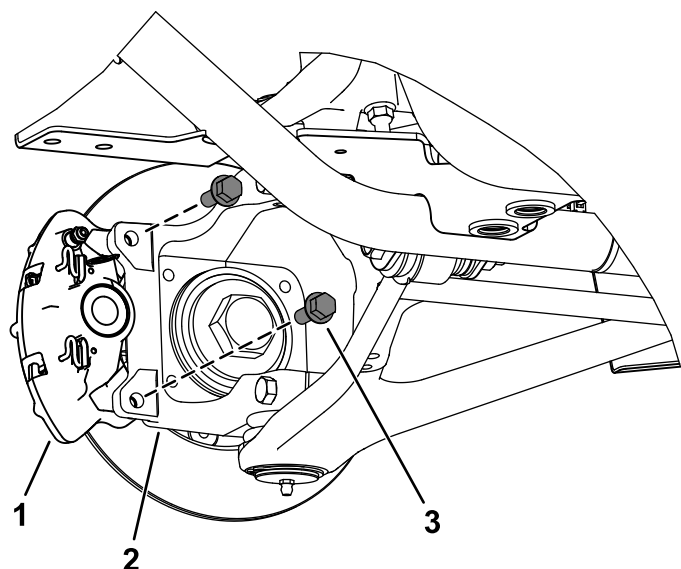

Рисунок 4
4. Выверните болты с фланцевыми головками (3/8 x 1 дюйма), которые крепят суппорт тормоза в сборе к поворотному кулаку рулевого управления (передняя часть машины) и мосту (задняя часть машины), и снимите суппорт тормоза в сборе (Рисунок 4).